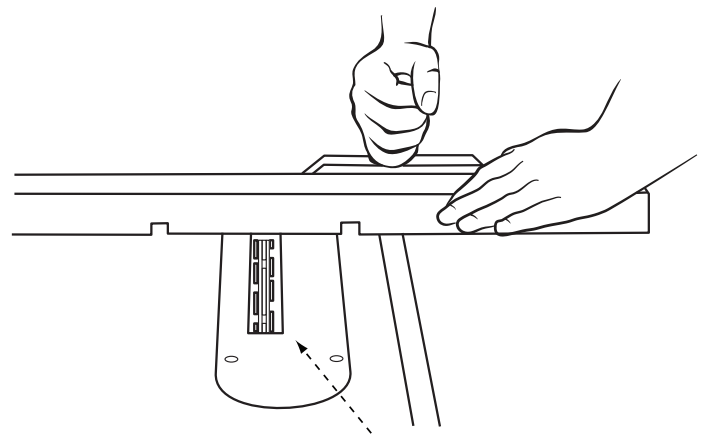

FIGURE 27
- La plaque à gorge accessoire à tête de rainurage, illustrée à la Figure 27, doit être utilisée à la place de la plaque à gorge standard. Assurez-vous que la plaque à gorge est au niveau de la table avant de poursuivre.